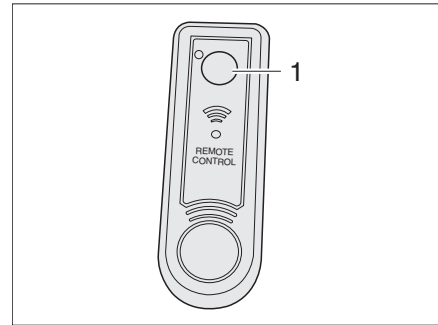

Bild 45 Fernbedienung Leuchte im Aufstelldach
■ Knopf (Bild 45,1) drücken, um die Leuchte ein- bzw. auszuschalten.